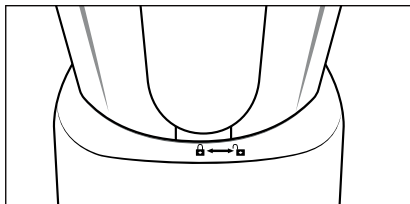

Fig. 3
- 7) Collocare l'inserto mixer **3** pieno e chiuso sul blocco motore **6**. Utilizzare al riguardo gli incavi presenti sul blocco motore **6** e assicurarsi che la maniglia dell'inserto mixer **3** sia rivolta verso il simbolo . Ruotare l'inserto mixer **3** in senso orario nella posizione  (vedere Fig. 3), finché non si percepisce l'innesto. Il motore può avviarsi solo quando l'inserto mixer **3** è applicato a filo.